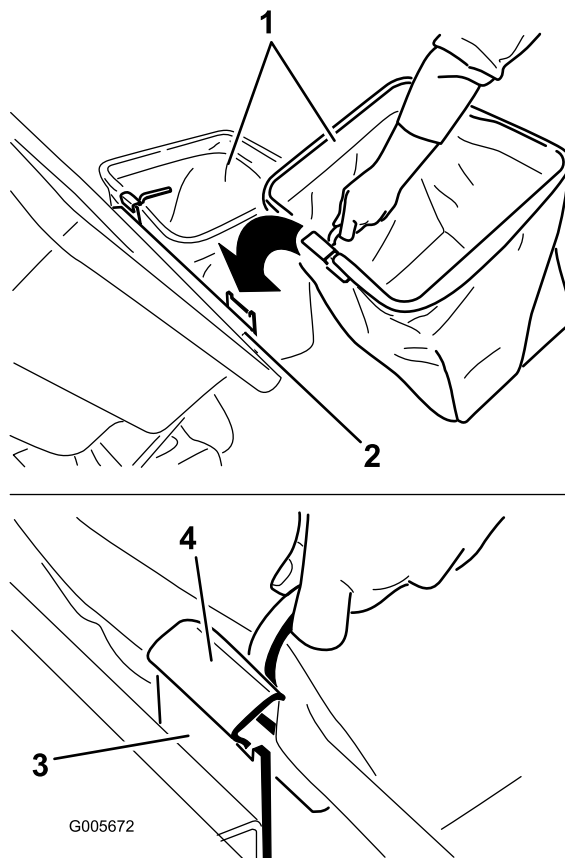

Figure 22
4. Soulevez le couvercle et installez les bacs en glissant les crochets de l'armature sur les pattes de retenue (Figure 22).